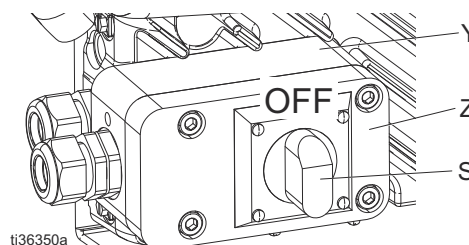

ABB. 2: Netzschalter
2. Das Kabel zum Gerät führen und die vier Schrauben lösen, um die Anschlusskastenabdeckung (Z) mit dem Netzschalter (S) vom Anschlusskasten (Y) zu lösen. Siehe **ABB. 2**.